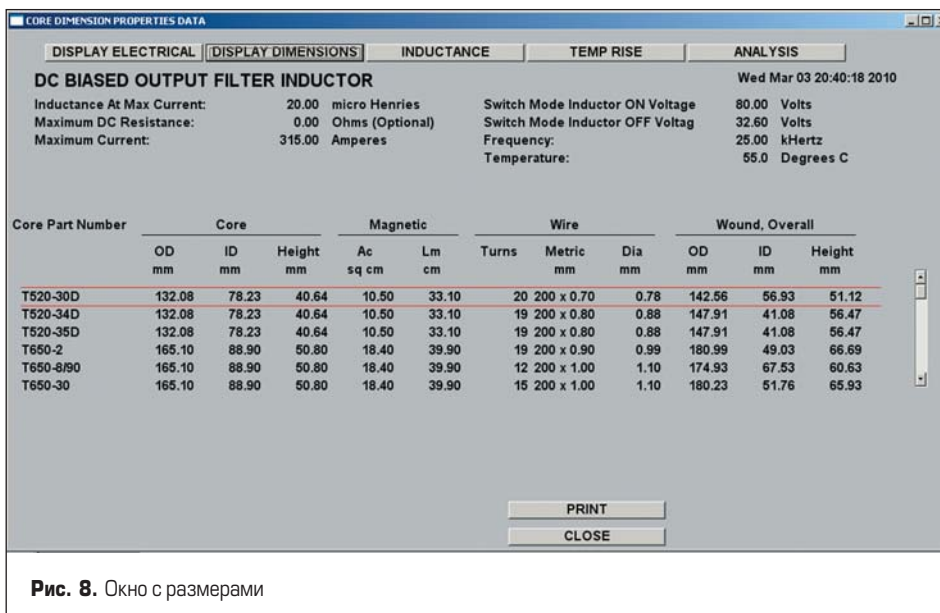

Рис. 8. Окно с размерами
- После нажатия кнопки **Display Dimensions** в окно выводятся различные размеры (рис. 8):